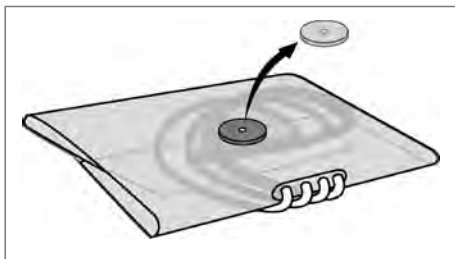

Fig. 46
6. En la mesa, coloque la bolsa de forma que la pantalla protectora (componente rojo) se encuentre encima del todo. Retire la pantalla protectora fijada de forma magnética debajo de la bolsa (no es necesario retirar su bolsita) (ver Fig. 46).